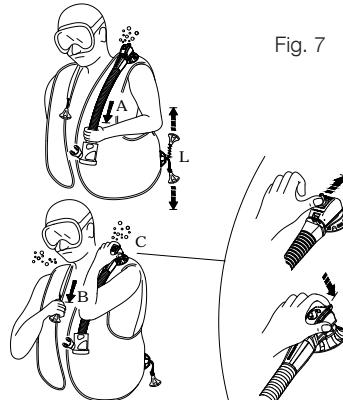

Fig. 7
- a. voorzichtig aan de slangconstructie trekken (afb. 7 - A).
- b. het indrukken van de knop die uit de klepbehuizing steekt (fig. 7 - C) (Gepatenteerd); dit systeem kan ook nuttig zijn om lucht te verwijderen van een andere duiker die problemen heeft (paniek, beginnende duiker, bewusteloosheid, enz.).
- De SCUBAPRO® Dual Manual Dump Valve (Patent) heeft een veiligheidshandbedieningsknop die lucht vrijgeeft wanneer deze wordt ingedrukt (FIG 7-C), in geval van storing van het Manual Dump System (gebroken kabel, pin, enz.).
### ***Onderste stortklep (afb. 7 - L)***
De deflatieapparaten met de maximale uitstroom van gas zijn de schouderklep fig. (7-B) en de onderste klep (fig 7-L).